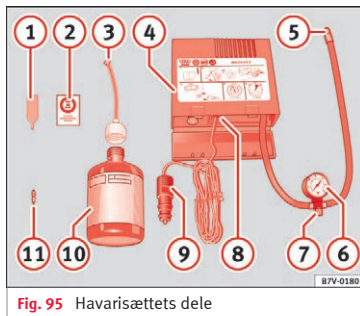

Fig. 95 Havarisættets dele
» Fig. 95:
Tilslut dækpåfyldningsslangen » **Fig. 95** ⑤ igen, og aflæs dæktrykket på dæktryksmåleren ⑥.